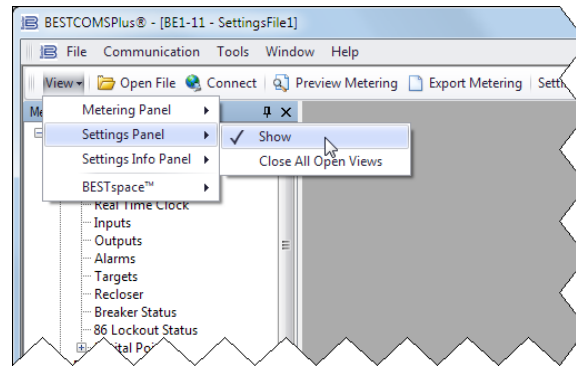

Figure 8. Bouton déroulant Affichage (View)
Cliquez sur le bouton déroulant Affichage (View) pour basculer entre Explorateur des paramètres (Settings Explorer) et Explorateur des mesures (Metering Explorer) ou passer en mode fractionné. Le Panneau d'informations de paramètres (Settings Info Panel) affiche les pages de paramètres. Un espace de travail peut être ouvert, enregistré ou défini comme espace par défaut. Reportez-vous à la Figure 8.
- Step 4: Cliquez sur le bouton déroulant Affichage (View) et désélectionnez les options Afficher Panneau des mesures (Show Metering Panel) et Afficher Panneau d'information des paramètres (Show Setting Information). Reportez-vous à la Figure 8. Ceci permet d'agrandir l'espace de travail des paramètres.